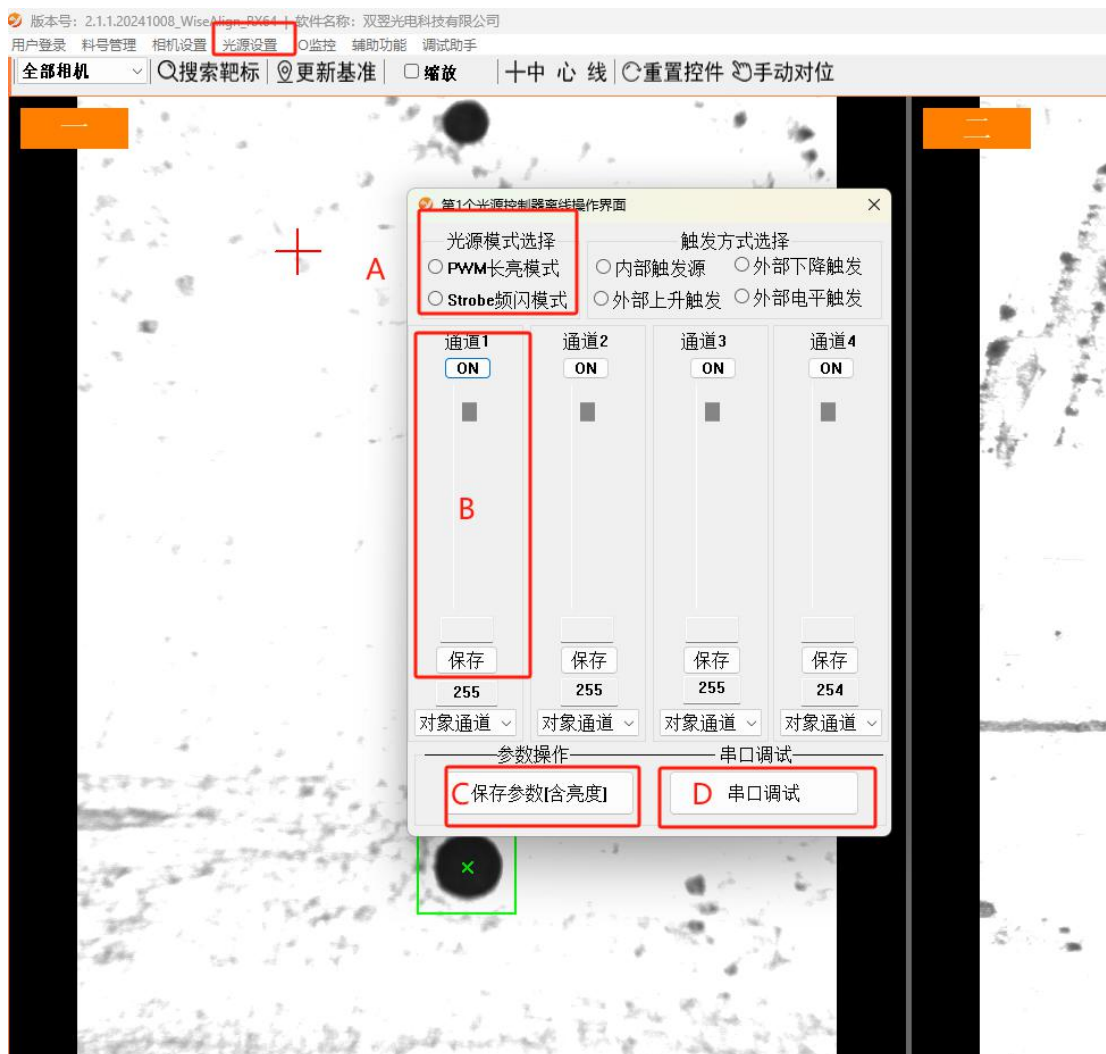

图 2-5
- D. **光源设置:** 当图像效果需要进行光源参数操作时, 点击“光源设置”进入如下图 2-5 界面: